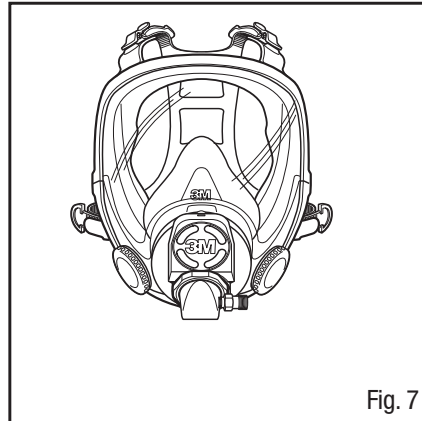

Fig. 7
1. Retirer l'obturateur pour masques complets 7890 3MMC et le visser dans l'adaptateur W-3187 3MMC dans l'orifice central (Fig. 7).